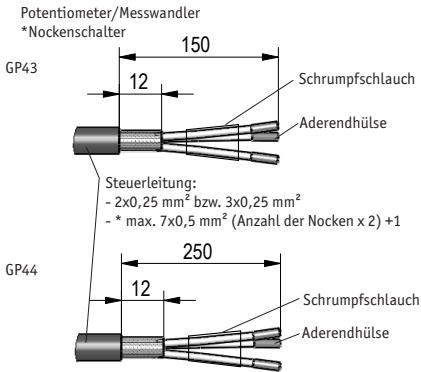

Abb. 2: Kabelvorbereitung
- Die Kabel gemäß Abb. 2 vorbereiten